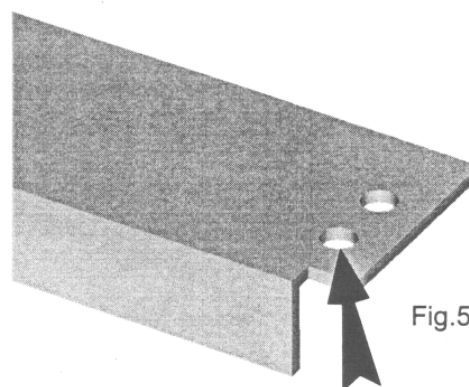

Fig.5
- Fixá-la de novo com os três parafusos ao tecto de ferro fundido. Comprovar que os parafusos enroscam perfeitamente antes de o apertar. Para fixar o deflector utilizar os três orifícios dianteiros (Fig. 5).